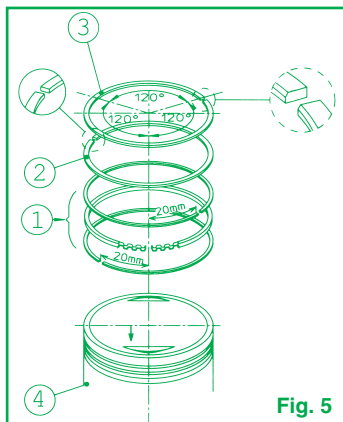

Fig. 5
il montaggio del raschiaolio (Fig. 5 - Part. 1).
- Montare il secondo segmento con la stampigliatura rivolta verso la parte superiore del pistone come indicato in Fig. 5 - Part. 2.
- Inserire il primo segmento di compressione con la stampigliatura rivolta verso la parte superiore del pistone come indicato in Fig. 5 - Part 3.
- Posizionare le aperture dei tagli delle fasce elastiche come indicato in Fig. 5.
- Ricontrollare che le aperture dei tagli delle fasce elastiche siano posizionate come indicato in Fig. 5.